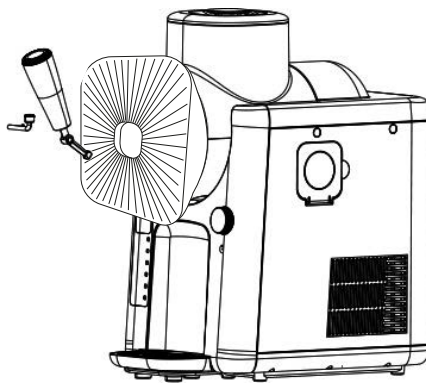

Fig. 4
11. Plaats de kraan in de opening en zet deze vast door de borgpen erin te steken (afb. 4). Zorg ervoor dat de uitstroomopeningen en de kraanhendel op één lijn liggen. Plaats vervolgens de borgpen en draai deze totdat de kleine zijpen in de opening in het apparaat past. Als de witte zuiger niet correct in de tapopening zit en het plaatsen van de kraan verhindert, volg dan de instructies in het hoofdstuk 'Reiniging en onderhoud'.